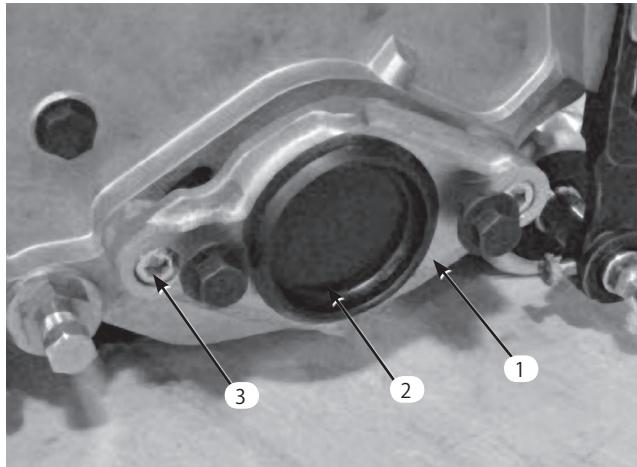

図6
- B. カッティングユニット右側のペアリング・ハウジングについているプラスチック製のプラグを外す(図6)。
- C. カッティングユニットの左側でモータ取り付け部を固定している六角ネジ(2本)を取る。モータ取り付け部を取り外す(図6)。
ユニットの左側にモータ取り付ける(図6)。キャップスクリュを(16-20 $\square\cdot\text{m}$ =1.7~2.0 kg.m)にトルク締めする。